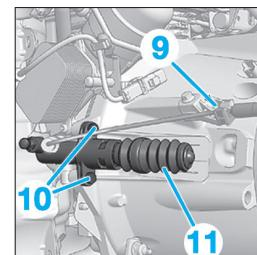

Fig. 6
- le support batterie (8).
- Dégrafer le tuyau hydraulique (9) (Fig.6).
- Déposer les vis (10).
- Écarter le cylindre récepteur d'embrayage (11) sans ouvrir le circuit hydraulique.